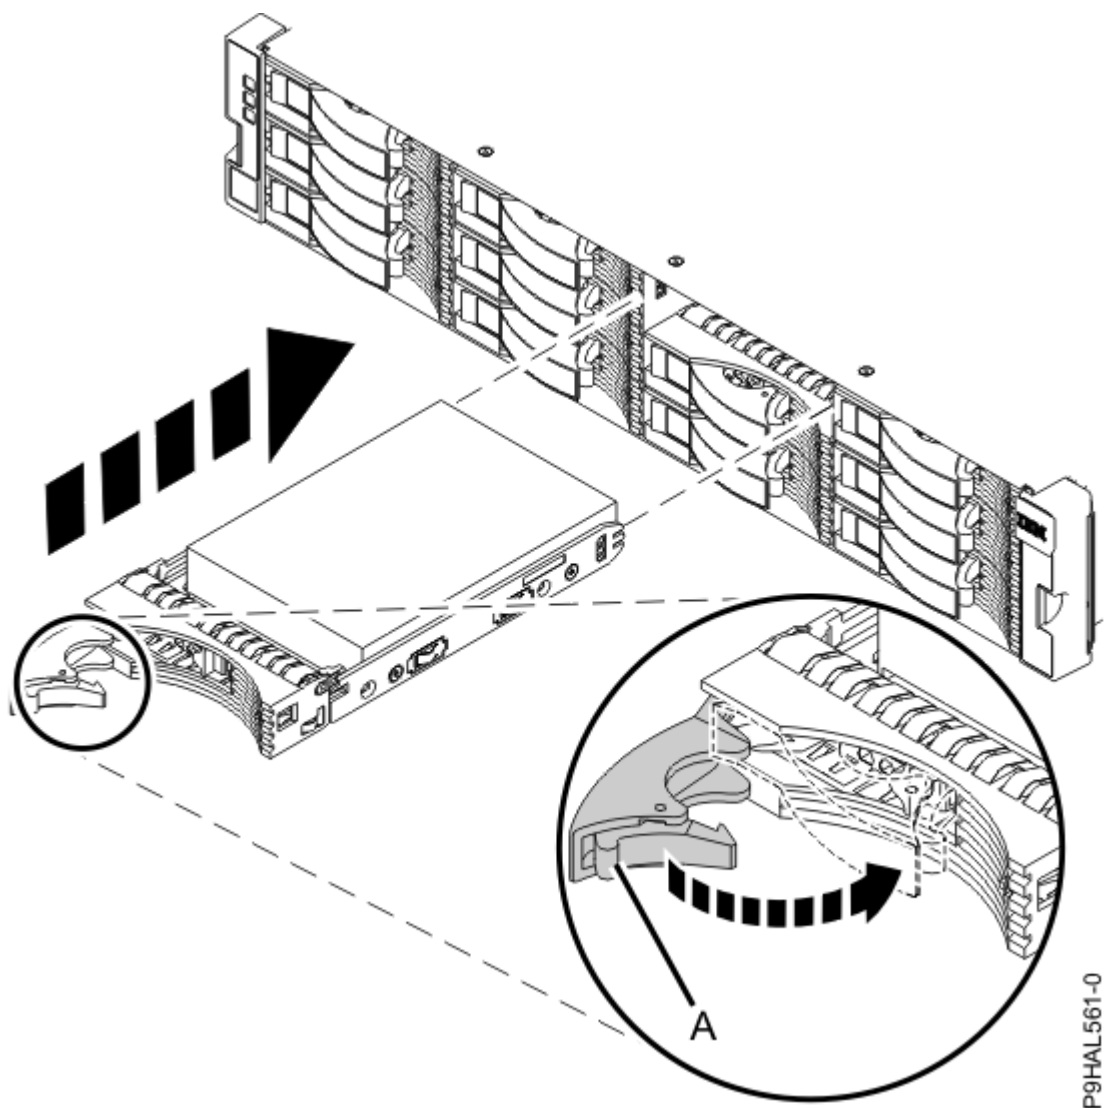
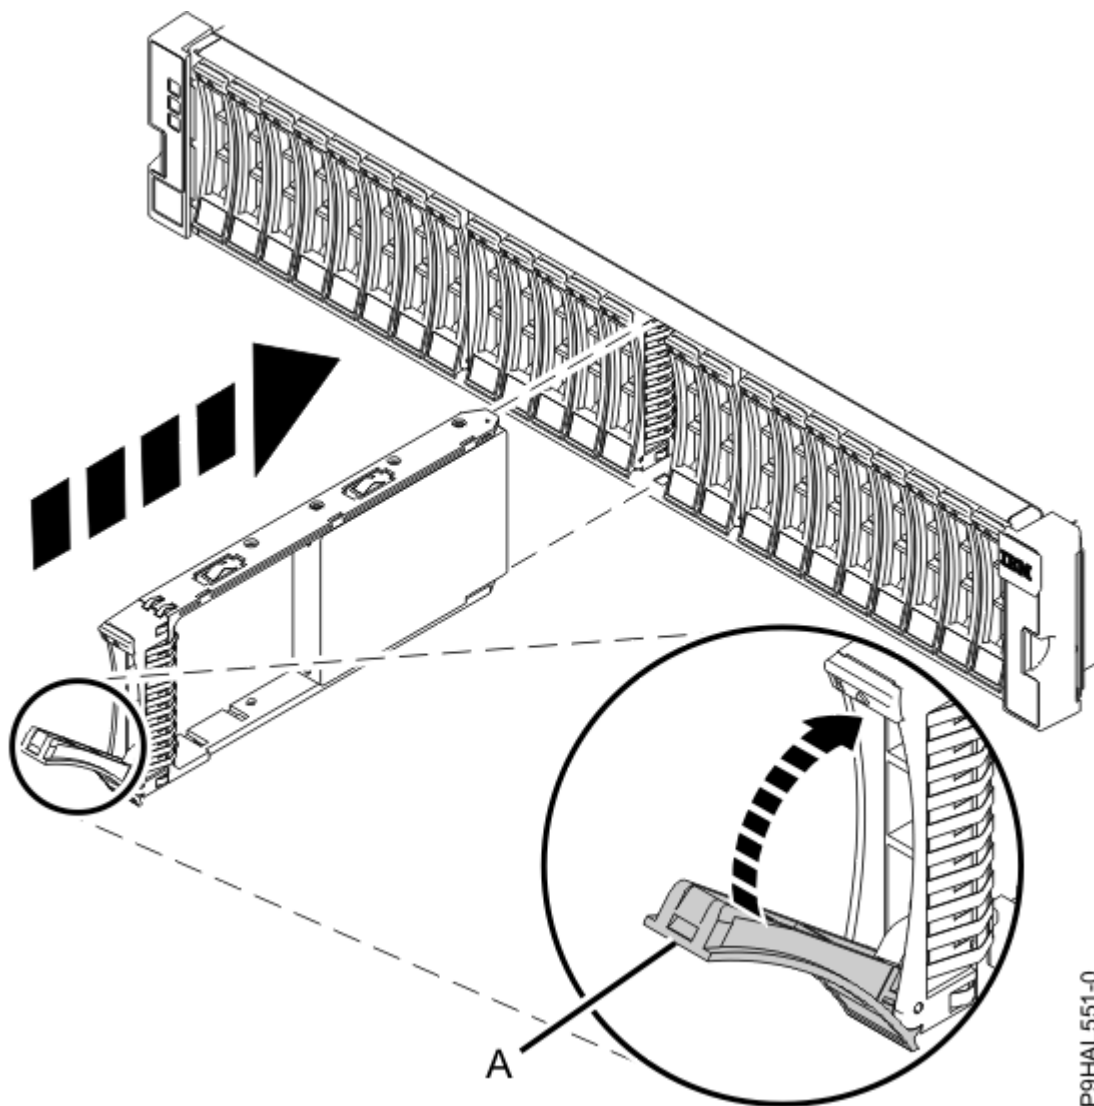

Рисунок 10. Установка накопителя в корпусе хранения ESLL
Рисунок 11. Установка накопителя в корпусе хранения ESLS
3. Переведите ручку в открытое положение и поддерживайте накопитель снизу при выравнивании его по направляющим в корпусе. См. Рисунок 10 на стр. 12 или Рисунок 11 на стр. 13.